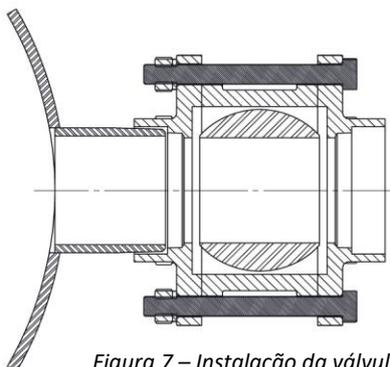
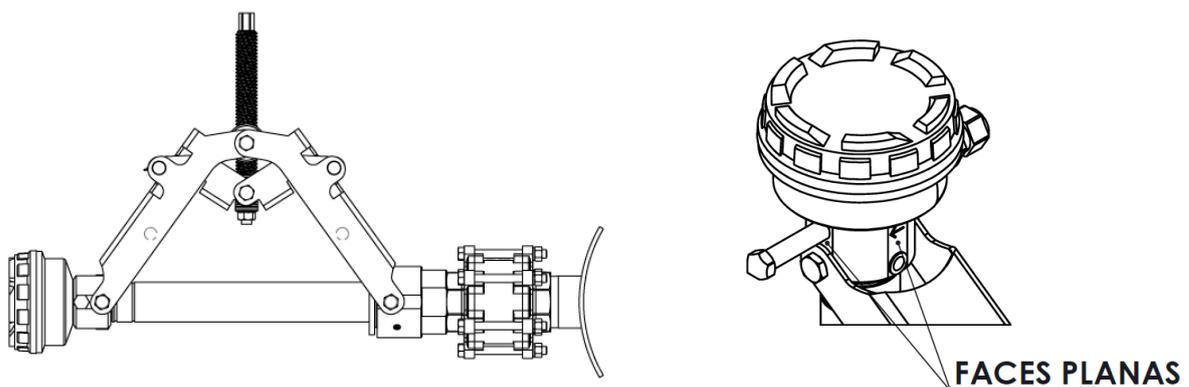
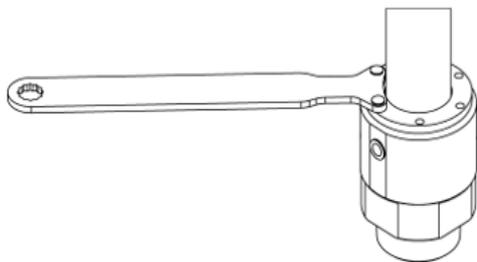

Figura 7 – Instalação da válvula
Figura 9 – Instalação do extrator
Figura 10 – Trava do medidor
O medidor já é enviado com posicionamento para instalação mas deve-se garantir que o curso do medidor esteja totalmente recuado antes de acoplá-lo à válvula, caso esteja solta ou venha a existir a necessidade de solta-la, **trave a haste principal do medidor com a chave enviada junto ao conjunto antes de manuseá-lo** (figura 9). Utilizar a respectiva vedação para a rosca. **Alinhar haste de medição com o sentido da tubulação, isto é extremamente importante para o funcionamento do medidor.** Manter os furos alinhados como na figura 7 para possibilitar a instalação do extrator e atentar-se ao sentido de fluxo. Nesta etapa a válvula deve permanecer fechada.
Primeiramente confira o aperto de todas as roscas, então **abra a válvula** destrave a haste (figura 9) e com o extrator comece a inserir o medidor ao processo. Siga o cálculo da (figura 10) para saber o quanto deve inserir a haste do medidor, **use a haste de medição** (figura 10) para conferir a medida.
Com a chave pino (*figura 9*) trave a haste de inserção do medidor 600TM. Garanta um bom aperto para que a instalação se mantenha segura e funcional.
- Analisar o cálculo feito (figura 10)